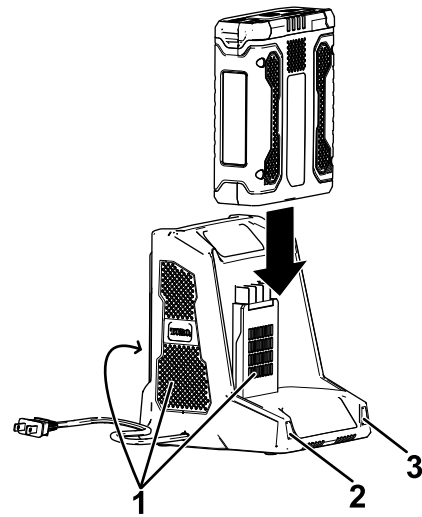

**Figure 10**
3. Alignez le creux de la batterie (Figure 10) sur la languette du chargeur.